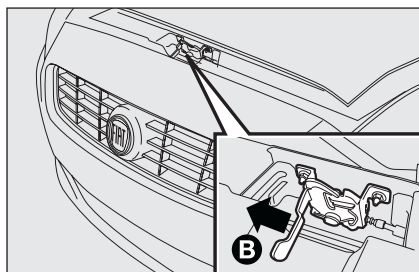

fig. 117
- inserire la mano tra il cofano e il paraurti e spingere verso sinistra la levetta **B-fig. 117** come indicato;